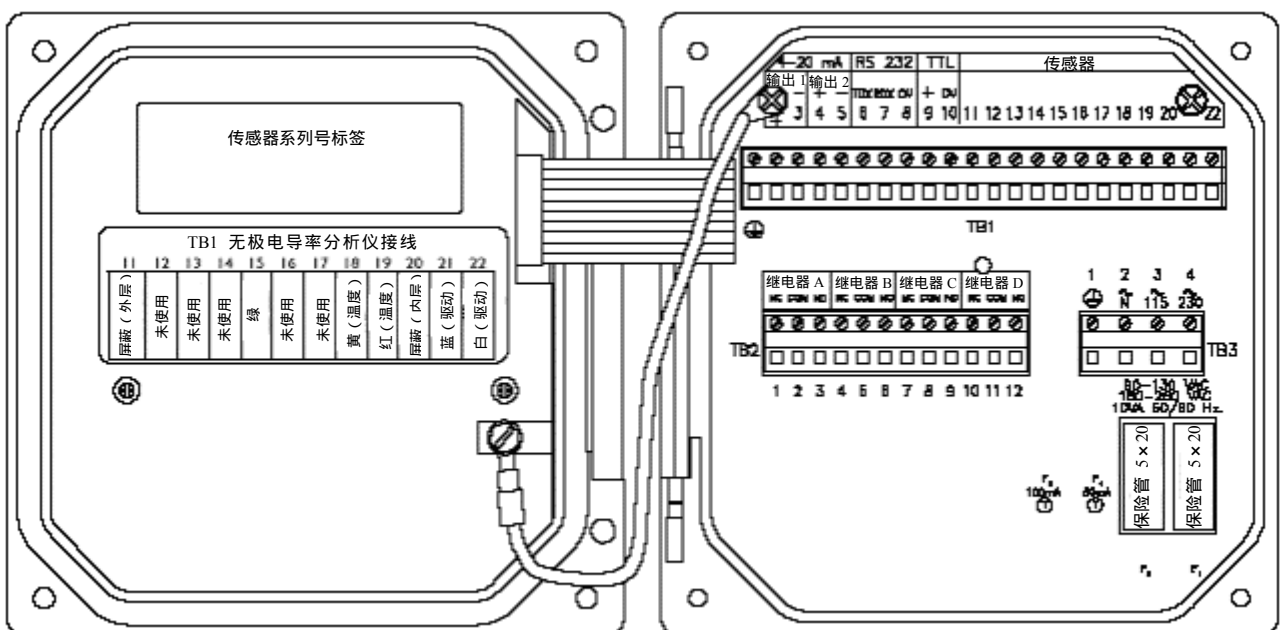

图 2-4 用于序列号无字母前缀的分析仪接线端子名称
- 无字母标识前缀的序列号的分析仪的 TB1（图 2-4）上的接线端子 11。
- 无字母前缀序列号分析仪的 TB1 上（图 2-4）接线端子 1 的“ground symbol”（地线符号）